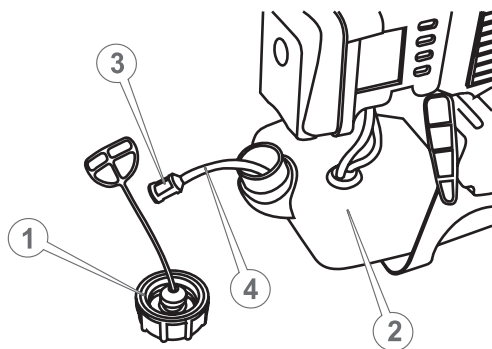

Рисунок 17. Схема обслуговування паливного фільтра
1. Відкрити кришку (1, рис. 17) заливної горловини паливного бачка (2, рис. 17) та обережно вийняти кришку з бачка.
2. Використовуючи дротяну петлю, обережно витягнути паливний фільтр (3, рис. 17).
3. Від'єднати паливний фільтр від паливопроводу (4, рис. 17).